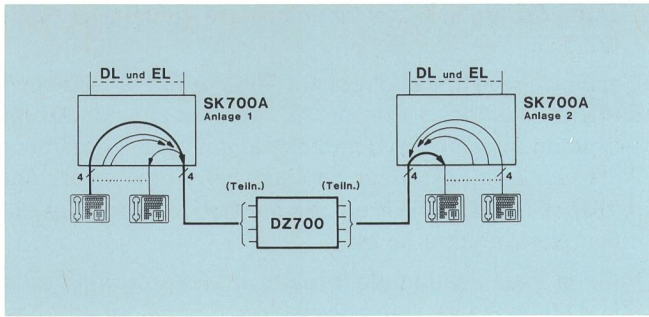
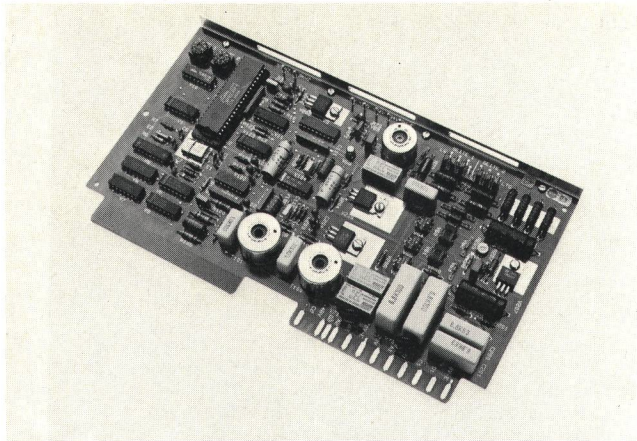
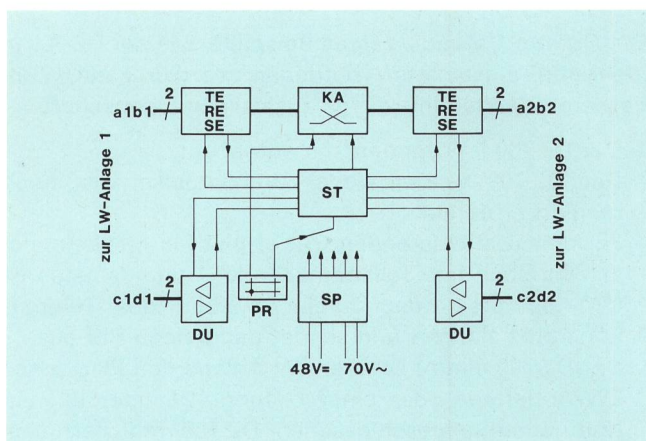

Fig. 1
Fig. 4
Fig. 5
- Eine LW-Anlage ist in einer Verkaufsabteilung eingesetzt. Durch Direktruf soll eine Verbindung zum Lager (einfacher Telefonapparat oder 2-Leitungs-Apparat) aufgebaut werden können (Fig. 4).
- Une installation LW est utilisée dans un département de vente. Par appel direct, on souhaite établir une communication avec le magasin (appareil téléphonique simple ou appareil à deux lignes, fig. 4).
22 Technische Lösung DZ 700 (Fig. 4)
Figur 5 zeigt das Blockschaltbild des DZ 700. Die Koppelung der Gesprächswege geschieht galvanisch über die Koppelanordnung KA. Die beiden Blöcke links und rechts von KA sind Teilnehmerschaltungen, die die Signalisation auf den Sprechadern zu einem Steuerkasten oder einem Telefonapparat sicherstellen (Ruf- und Toneinkopplung sowie Schlaufenstromerkennung). Die beiden Datenübertragungsschaltungen DU sind Modems, die die Verbindung zu den beiden beteiligten Steuerkästen gewährleisten (sie sind nur in Betrieb, wenn der DZ 700 auf den LW-Anschluss eines Steuerkastens geführt wird). Das Programmierfeld PR dient zur Einstellung des Betriebsmodus (Fig. 1, 2 oder 3), einerseits durch Einstellung von Drehcodierschaltern (Fig. 4 oben links), andererseits durch entsprechendes Stecken der Kurzschlussbügel (Fig. 4 rechts oben). Um Zeitverlust zu vermeiden, ist die Programmierung genau nach Installationsanweisung vorzunehmen.
Les figures 1, 2 et 3 montrent des exemples illustrant divers modes d'utilisation du dispositif DZ 700. L'énumération des caractéristiques complémentaires suivantes facilitera la compréhension de son rôle:
22 Solution technique adoptée pour le dispositif DZ 700 (fig. 4)
La figure 5 montre le schéma bloc du dispositif DZ 700. Le couplage des voies de conversation est assuré galvaniquement au moyen du coupleur KA. Les deux blocs, à gauche et à droite du circuit KA, sont des circuits d'abonnés, qui acheminent la signalisation sur les conducteurs de conversation vers une boîte de commande ou un appareil téléphonique (couplage de l'appel et d'une tonalité ainsi que reconnaissance du courant de boucle). Les deux circuits de transmission de données DU sont des modems, qui assurent la communication avec les deux boîtes de commande concernées (ils ne sont en service que lorsque le circuit DZ 700 est connecté à un raccordement LW d'une boîte de commande). Le secteur de programmation PR sert à fixer le mode d'exploitation (fig. 1, 2 ou 3), d'une part par simple manœuvre du commutateur de codage rotatif (fig. 4, en haut à gauche), d'autre part, par mise en place des étriers de court-circuit voulus (fig. 4, à droite en haut). Pour éviter les pertes de temps, il importe de programmer le module en observant soigneusement les instructions d'installation.